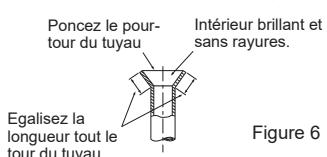

Figure 6
- Comparez les travaux d'évasement avec la Figure 6.